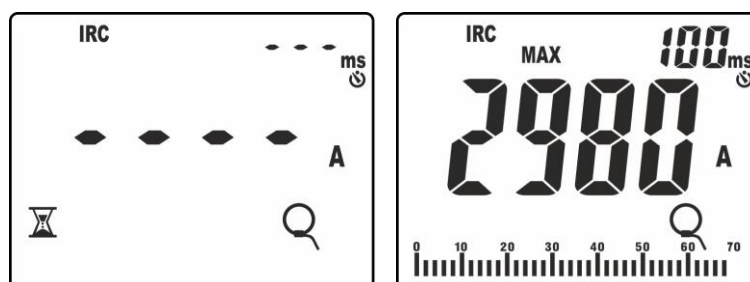

Fig. 43: Riconoscimento evento corrente di spunto
8. Premere il tasto **GO/HOLD** per attivare la funzione. Lo strumento si pone in attesa del riconoscimento dell'evento (valore misurato superiore alla soglia fissa di trigger pari all'**1%FS pinza: ex 30A per FS = 3000A**) mostrando il simbolo "X" a display (vedere Fig. 43 – parte sinistra) con emissione di un suono intermittente ogni 2s
9. Al riconoscimento dell'evento **la misura si arresta automaticamente** e lo strumento mostra nel display principale il valore **Max RMS** calcolato sul tempo di valutazione di **100ms** (default) riportato nel display secondario (vedere Fig. 43 – parte destra), ~~con~~ ~~emissione di un doppio suono~~